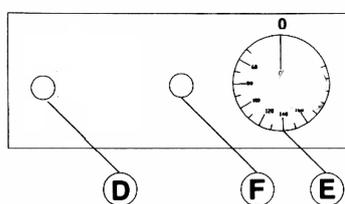

Рис.2
3. Включите электропитание (вставьте вилку в розетку). При этом должен загореться зеленый световой индикатор (D, рис.2), оповещающий о том, что фритюрный шкаф включен.
4. Поверните ручку термостата (E, рис.2) в положение, соответствующее требуемому значению температуры. При этом должен загореться красный световой индикатор (F, рис.2), оповещающий о том, что включены нагревательные элементы. При
достижении заданной температуры термостат отключит нагревательные элементы и красный световой индикатор (F, рис.2) погаснет.